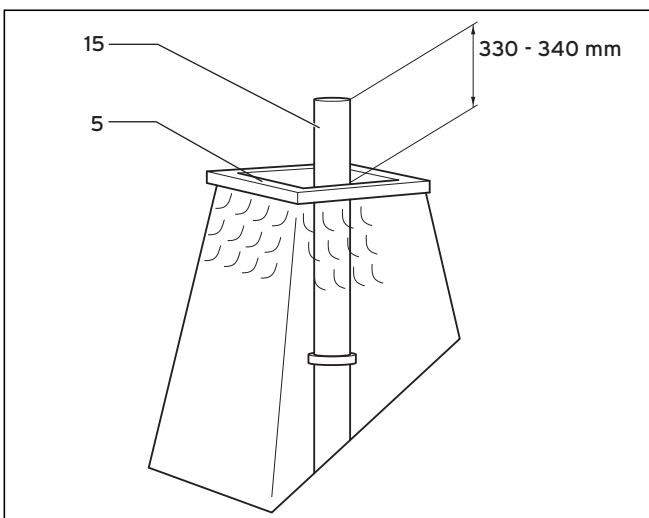

Abb. 6.48 Edelstahl-Rohr kürzen
- Kürzen Sie das Edelstahl-Rohr (**15**) gemäß Abb.6.48.